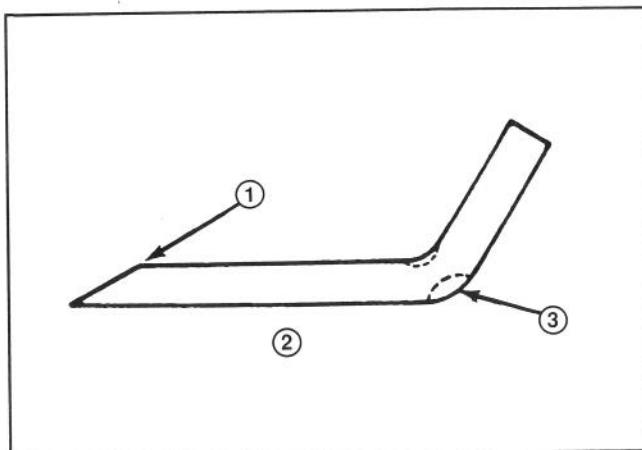

Figure 16
Vérifier la lame de coupe chaque fois que la machine est mise debout. Si le boulon retenant la lame est desserré, le serrer de 6,2 à 8,1 kg/m (61–81 Nm). Si la lame ou la courbure (Fig. 16) à l'extrémité de la lame est usée ou félée, remplacer la lame. La remplacer également si elle est tordue ou déséquilibrée. Toujours utiliser les véritables lames de rechange TORO, afin d'assurer la sécurité et une performance optimale. NE JAMAIS UTILISER UNE LAME DE REMPLACEMENT WILL-FIT.
7. A l'aide d'une lime, aiguiser le tranchant aux deux extrémités de la lame (Fig. 16).